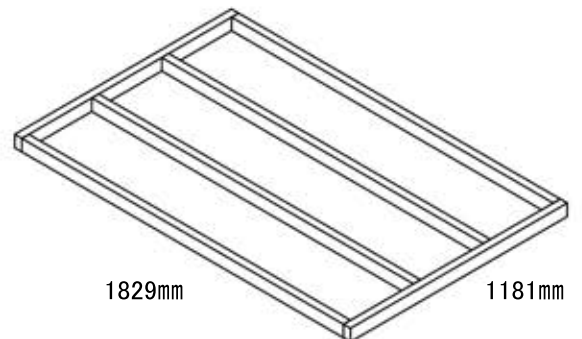

FIG. P11-3
- ・ 根太ボックス(1181x1829mm)の完成。図P11-3